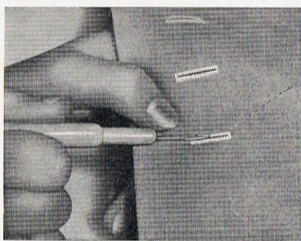

Abb. 27.
10. Das Knopfloch vorsichtig mit dem Knopflochmesser (40 15 399 auf dem Umschlag), das im Werkzeugkasten liegt, aufschneiden (Abb. 27).